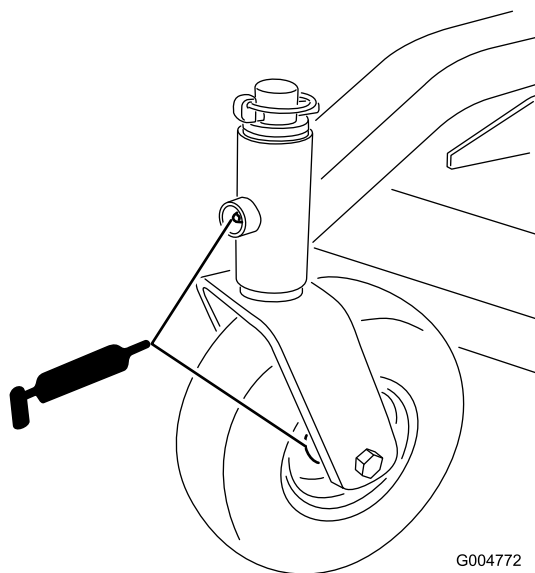

Рисунок 21
1. Смажьте подшипники передних поворотных колес и оси поворота передних колес (Рисунок 21).
4. Снимите крышку масленки заднего колеса. Смажьте подшипник заднего колеса (Рисунок 21).